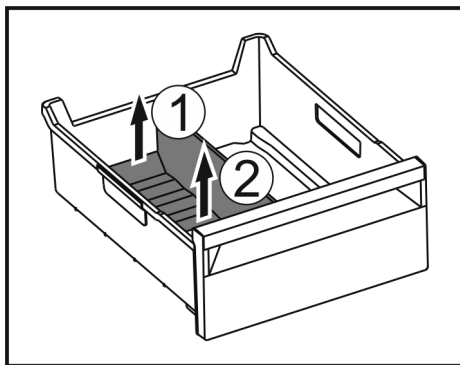

Fig. 49
- Підняти задню частину перегородки відділення для льоду. Fig. 49 (1)
- Вилучити перегородку рухом вгору. Fig. 49 (2)